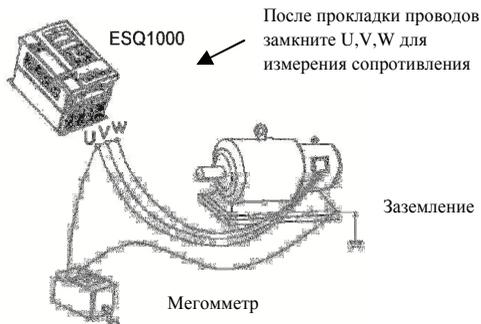

Рис.1-1 Измерение сопротивления двигателя
(3) Механическим устройством требуется смазка, поскольку редуктор, зубчатое колесо и т.д. после работы на низкой скорости в течение длительного времени могут выйти из строя в связи с недостаточностью смазки, пожалуйста, предпринимайте превентивные меры.
(4) Когда двигатель работает с указанной выше частотой, помимо учета вибрации, увеличения шума двигателя, следует также удостовериться в допустимости диапазона скорости подшипника двигателя и механического устройства.
(5) При работе с лебедкой и нагрузками с высокой инерцией и т.д. Инвертор часто выключается в связи со сбоем из-за чрезмерного тока или чрезмерного напряжения, для гарантирования нормальной работы следует предусмотреть надлежащий тормозной комплект тормозных резисторов.
(6) Следует включать/выключать инвертор через клеммную коробку или по другим обычным каналам. Запрещается вкл/выкл инвертор с помощью электрического переключателя, такого как проводник магнитный контактор, в противном случае возможно повреждение оборудования.
(7) При необходимости установки такого переключателя, как магнитный контактор и т.д. между выводом инвертора и двигателем, пожалуйста, гарантируйте, что инвертор вкл/выкл без вывода, в противном случае возможно повреждение инвертора.
(8) В пределах некоего диапазона выходных частот инвертор может попадать в механический резонанс с нагрузкой, имеется возможность установки частоты перескока резонансной частоты.
(9) Перед использованием убедайтесь в том, что напряжение питания находится в допустимом диапазоне рабочего напряжения, в противном случае необходимо изменять напряжение источника питания или заказывать специальный инвертор.
(10) На высотах свыше 1000 метров используйте инвертор с пониженной нагрузкой, снизьте выходной ток на 10 % от предписанного значения после каждого очередного увеличения высоты на 100 метров.
(11) Перед использованием двигателя в первый раз или после длительного хранения проверяйте его сопротивление изоляции. Пожалуйста, проверяйте изоляцию с помощью мегомметра, рассчитанного на напряжение 500В в соответствии с методом, представленным на рис. 1-1, и сопротивление изоляции должно быть менее 5 МОм, в противном случае возможно повреждение инвертора.
(12) Запрещается подсоединение емкости для улучшения коэффициента мощности или молниезащитного устройства, в противном случае может произойти аварийное выключение инвертора или повреждение частей, как показано на рисунке 1-2.